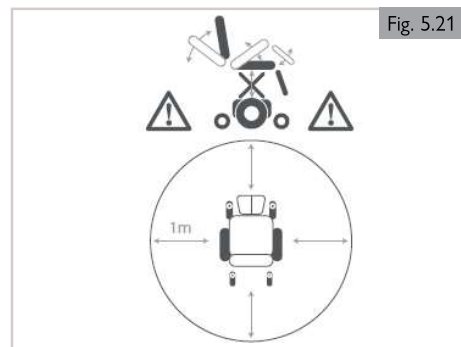

Fig. 5.21
2. Siempre antes de conducir la silla de ruedas, asegúrese de que ni los reposapiés ni las plataformas entren en contacto con las ruedas delanteras. (Fig. 5.21)